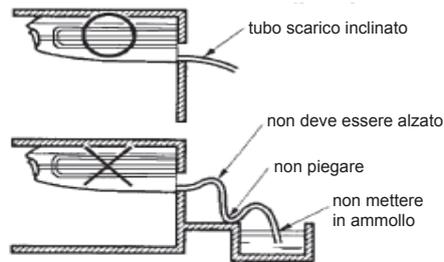

Fig.10
- Il tubo di scarico deve avere un'inclinazione di 10° per un corretto scarico della condensa (fig. 10)